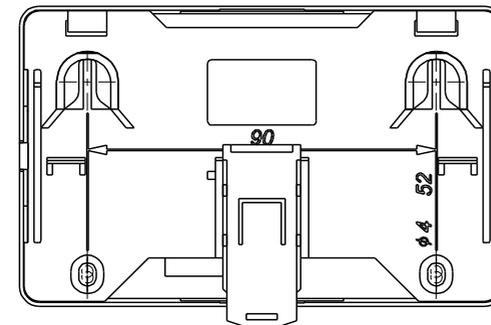

Рисунок 3
5.3.3 Устанавливать шлюз можно непосредственно на DIN-рейку или на стену (см. рисунок 3):